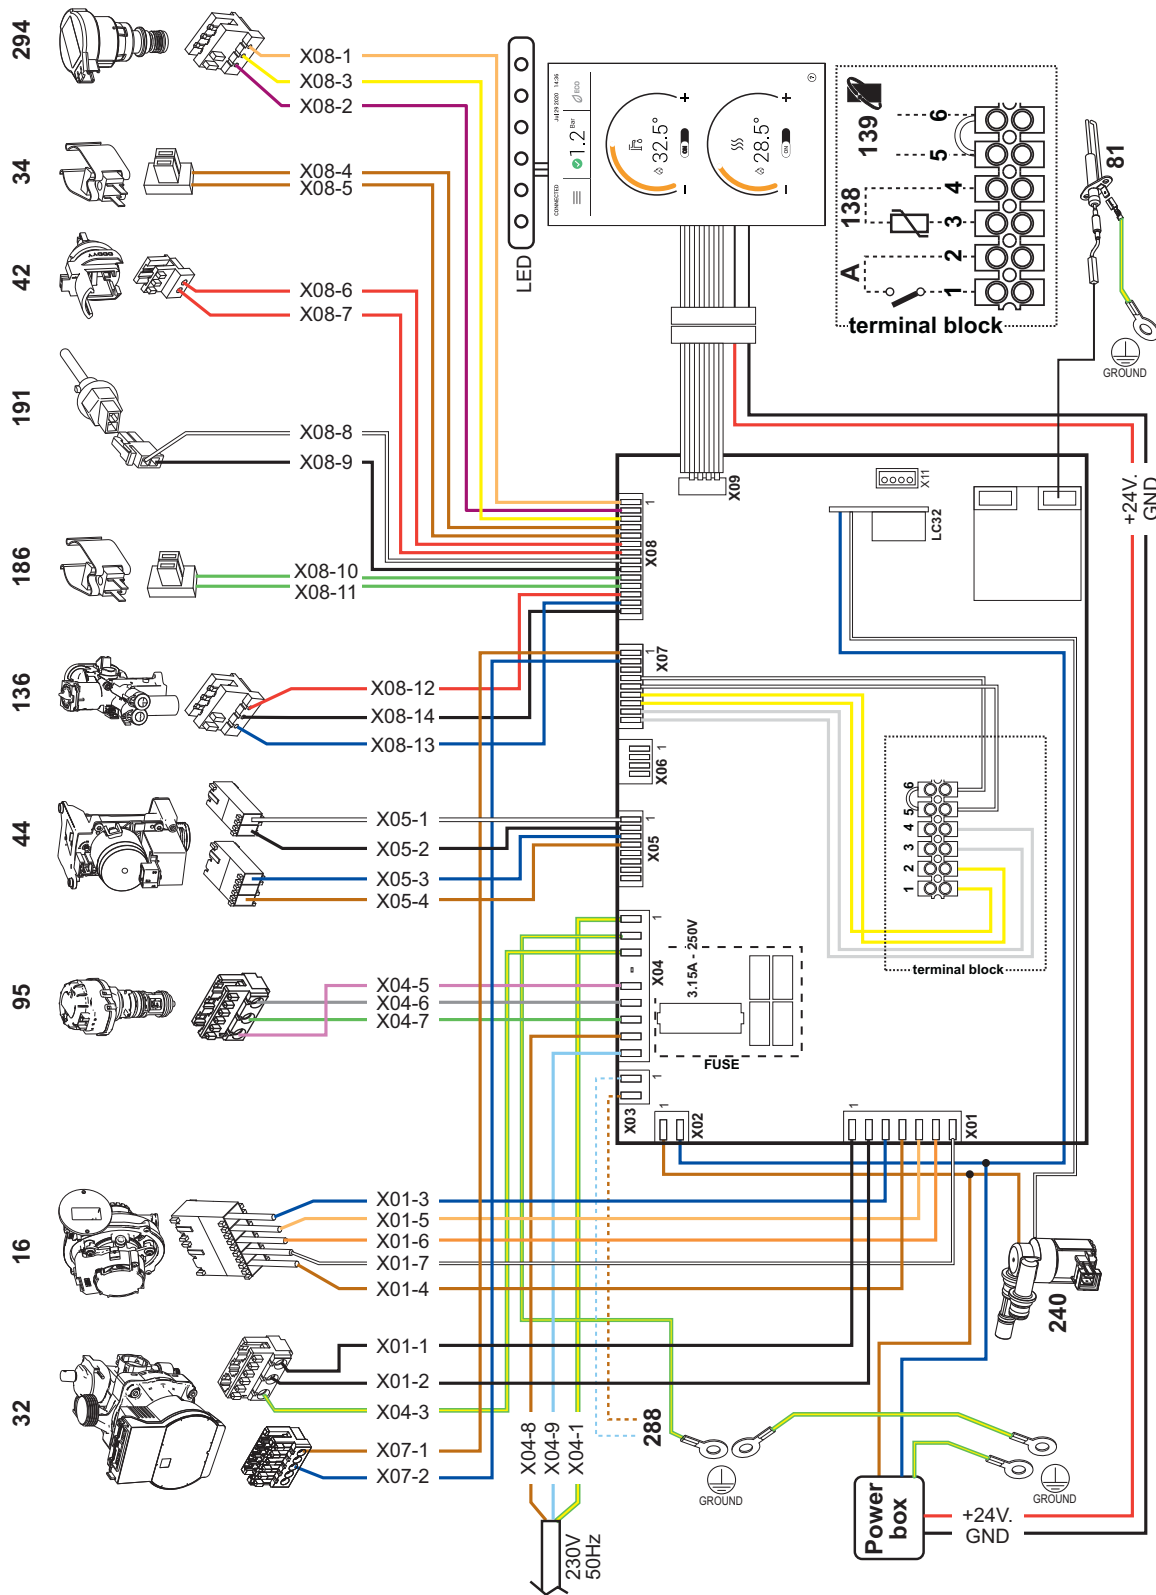

fig. 46 - Schema elettrico
**4.6 Schema elettrico (fig. 46)**